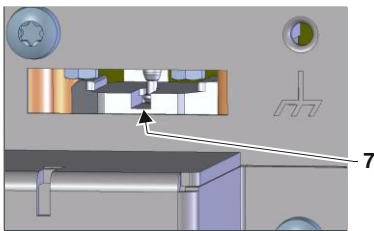

Abb. 5: Sichtkontrolle Ausrichtung Nut
- Ausrichtung der Nut von Kupplung, damit Kolbenstange ausgefahren werden kann → Abb. 5.
- Sicherungsschraube (Kennzeichnung 5) zur Fixierung der Führungshülse unten am Umschalt- (20) bzw. am Speichermodul (21) entfernen.